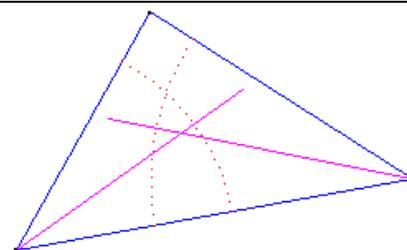

Рис. 3.6
3. Построить вторую биссектрису из другой вершины треугольника (рис. 3.6).